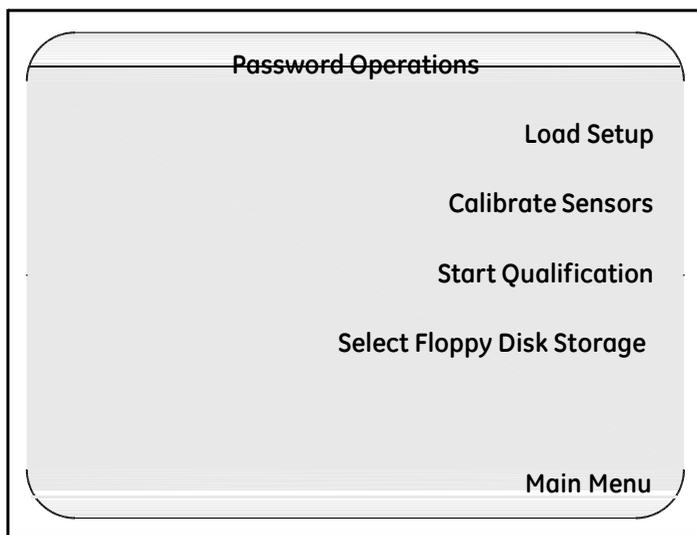

图 86: Password Operations (密码操作) 界面
**Password Operations 密码操作** 界面显示, 如第 136 页图 86 所示.